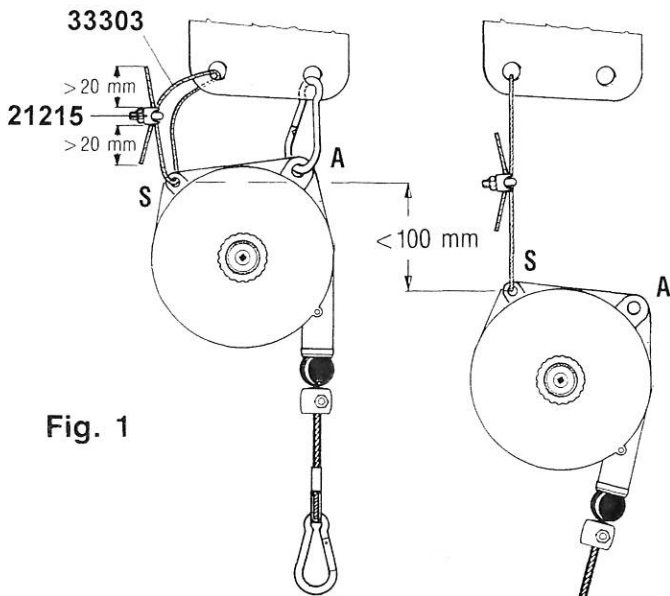

Fig. 1
- L'équilibre doit être soumis régulièrement à une inspection visuelle (par exemple une fois pour chaque période de travail), notamment pour vérifier l'état des suspensions (A) et (S) (Fig.1), des vis de fixation et des systèmes autobloquants (s'ils sont utilisés), ainsi que l'état des crochets et du câble.
**Relier toujours la suspension de sécurité (S) en utilisant uniquement les accessoires fournis avec l'équilibreur (Fig.1), à un support bien dimensionné. Le support de sécurité NE DOIT PAS ETRE le même que celui utilisé pour la suspension principale (A) (Fig.1). La chute maximale en cas de rupture de la suspension ne doit pas être de plus de 100 mm. Serrer les écrous des serrages 21215 (Fig.1) au couple de 2 Nm.**